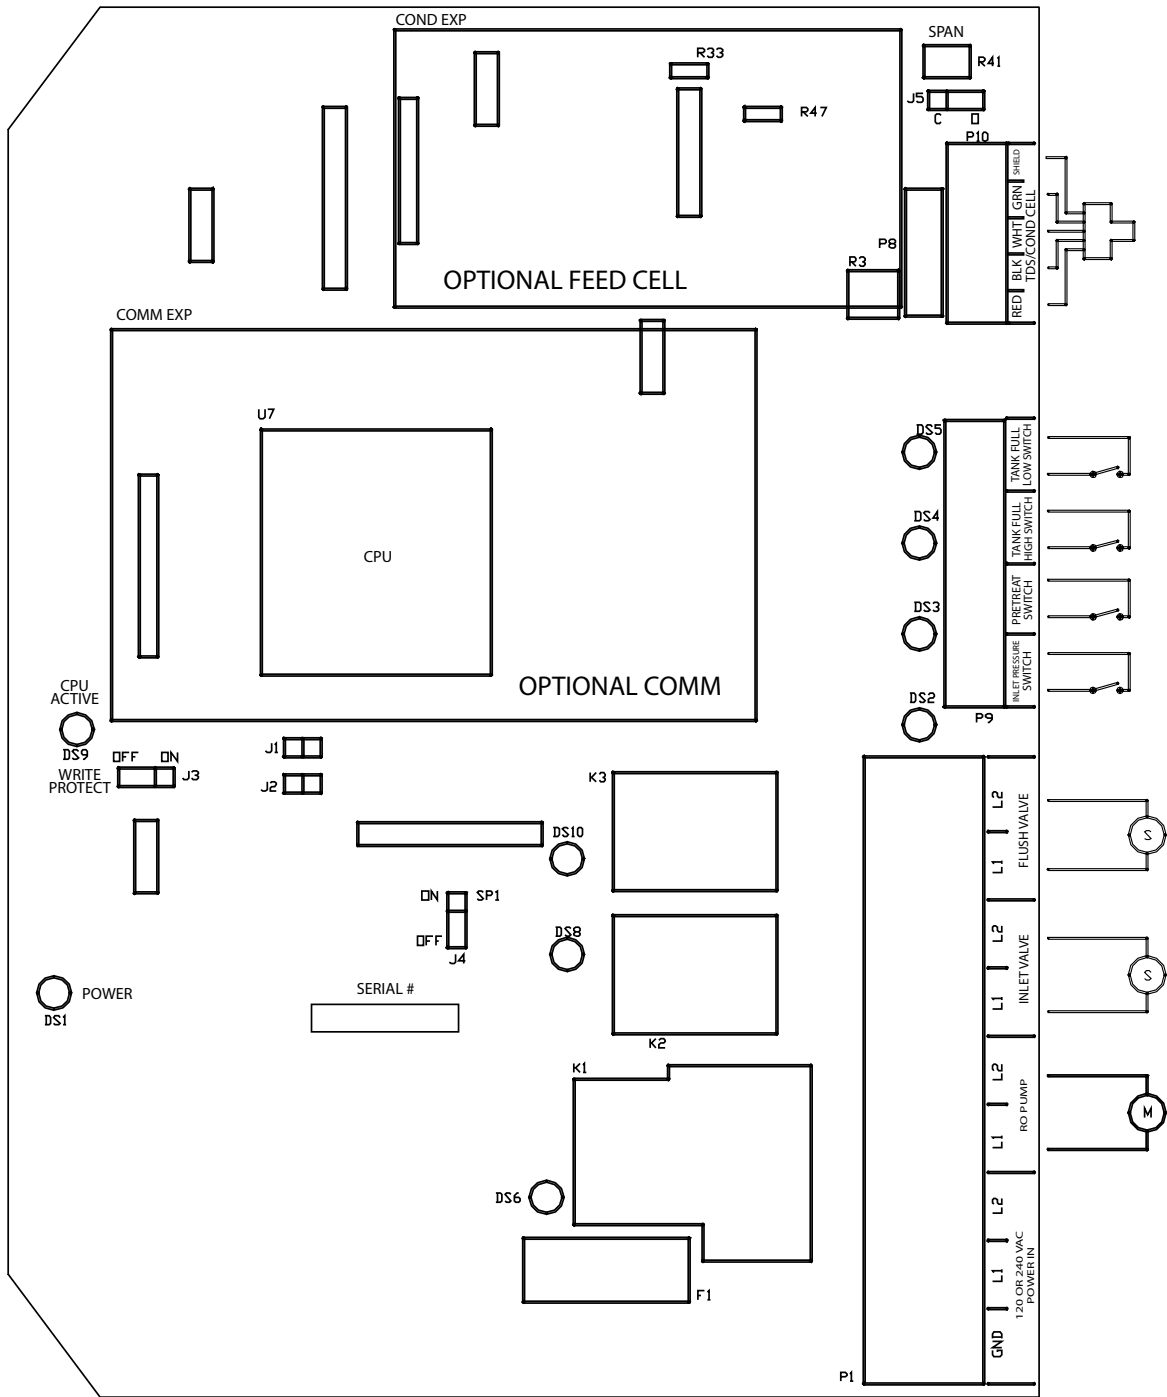

Figure 2
- Reportez-vous à la Figure 1 pour l'emplacement des touches utilisées pour afficher ou modifier les points de consigne et à la Figure 2 pour l'emplacement du cavalier de protection en écriture, J3. Pour que l'unité puisse accepter un changement de point de consigne, le cavalier de court-circuit doit être en position d'arrêt (broches centrales et gauches).